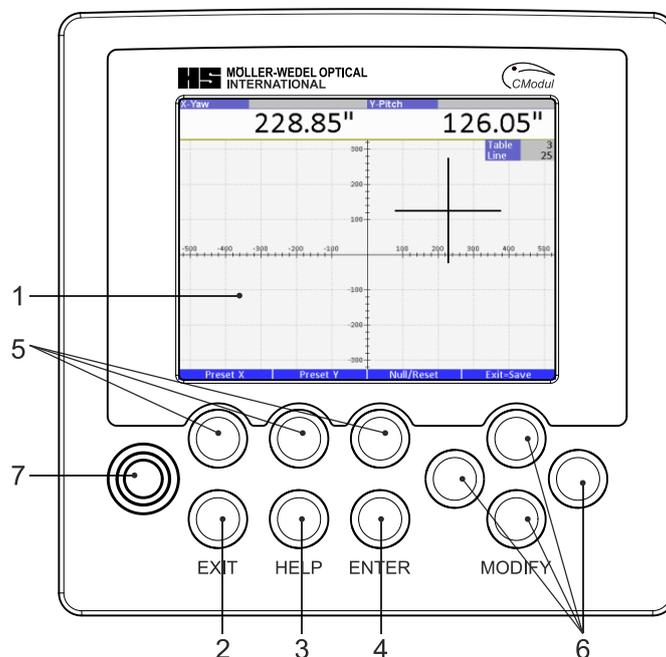

图 3: 控制和显示单元 (CModule)
显示单元如图 3 所示。液晶屏用于显示测量结果和程序菜单。即使在不利的光照条件下，液晶显示屏也能保证良好的清晰度。支架可用于安立显示单元。使用侧面的两个螺丝松开底座。调整支架宽度，然后使用两个螺钉再次固定。
- 显示单元（图 3）